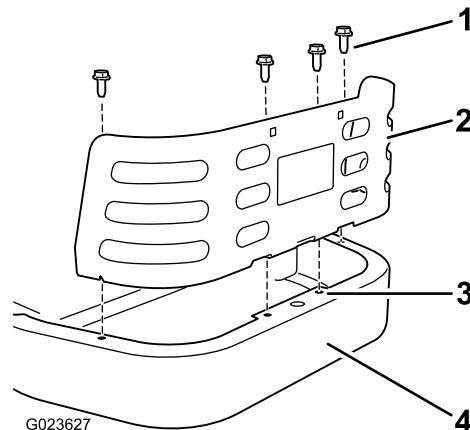

Figura 10
- Montate la protezione del motore sul telaio dietro il motore (Figura 10). Allineate i fori nelle alette sulla protezione con quelli esistenti nel telaio posteriore.
- Fissate la protezione al telaio usando quattro viti autofilettanti (5/16 x 3/4 poll.) come mostrato in Figura 10.